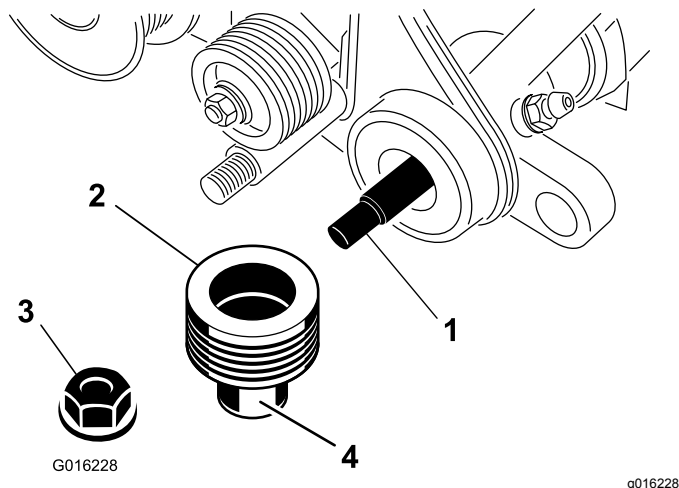

Figure 9
17. Appliquez de la graisse sur la surface du joint de la poulie mené, comme montré à la Figure 9.
18. Glissez la poulie sur l'arbre de groomer (Figure 9).
19. Fixez la poulie à l'arbre avec un contre-écrou à embase serré à un couple de 23 à 28 N·m (Figure 9).
20. Appliquez de la graisse sur le joint de la plaque de support gauche et au bout de l'arbre du groomer (Figure 9).